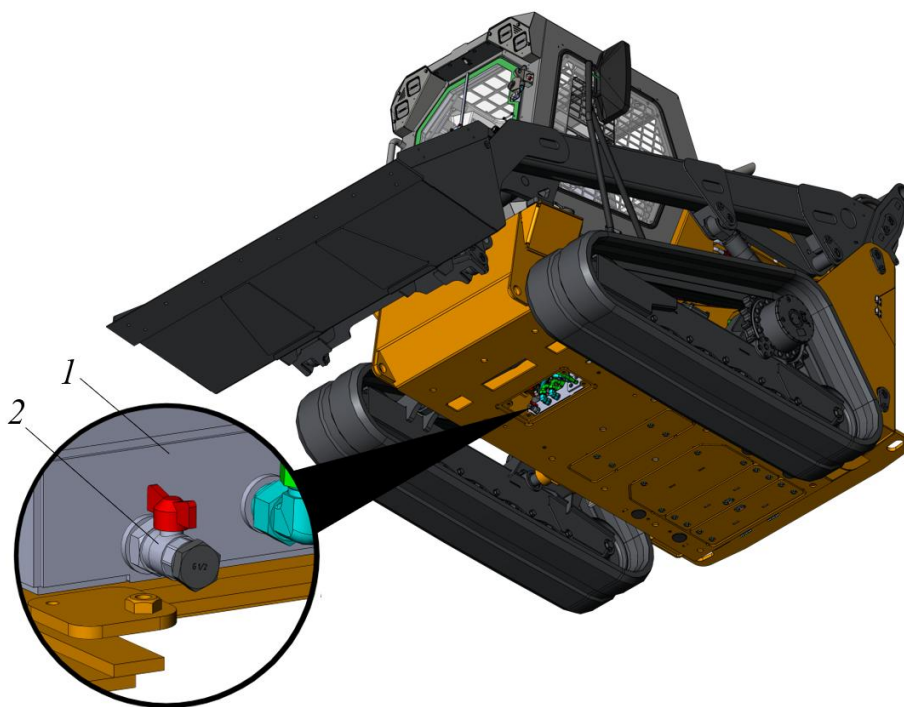

Рисунок 5.60. Расположение сливного рукава
- ▶ На кран 2 (предварительно сняв пробку), рис. 5.60 навернуть штуцер с шлангом.